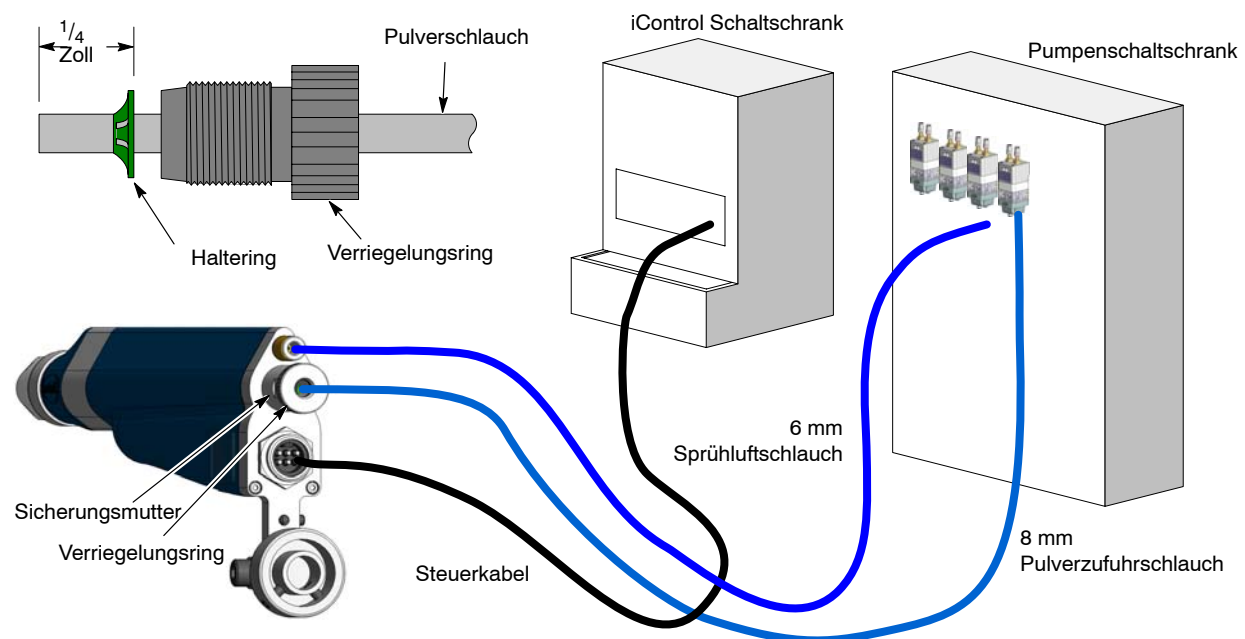

Abb. 7 Schlauch- und Kabelanschlüsse
1. Siehe Abbildung 7. Das Steuerkabel an die Pistole und an die entsprechende Buchse am iControl Gehäuse anschließen. Die Kabelmuttern gut anziehen.